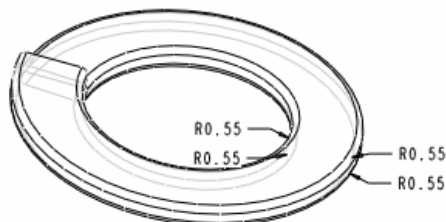

图 32-8
- (1) 单击特征工具栏中的  按钮，打开圆角特征操控板，设定圆角半径为 0.55，选择要为垫圈建立圆角的边线建立圆角，完成的圆角特征如图 32-8 所示。